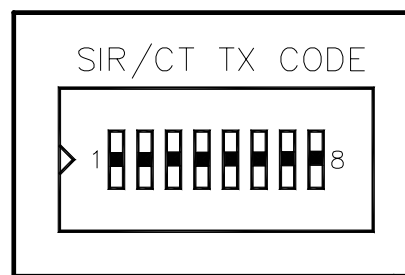

Fig. 9
- ◆ Togliere il coperchio della centrale e impostare un codice sul dip-switch “SIR/CT TX CODE” (vedi fig.9) facendo attenzione a non utilizzare un'impostazione già definita per le zone, utilizzare a supporto la “SCHEDA PROGRAMMAZIONE CODICI”, che si trova nell'ultima pagina del manuale.